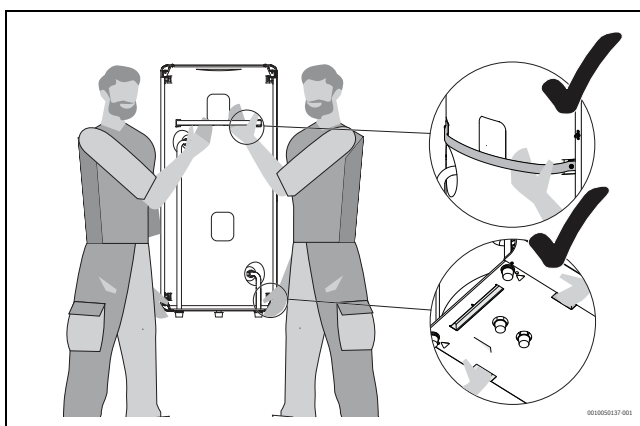

Fig. 7 Gribehuller
- ▶ Monter beholderen i væggen med vægbeslaget (gribehuller og bæresele → fig. 7).